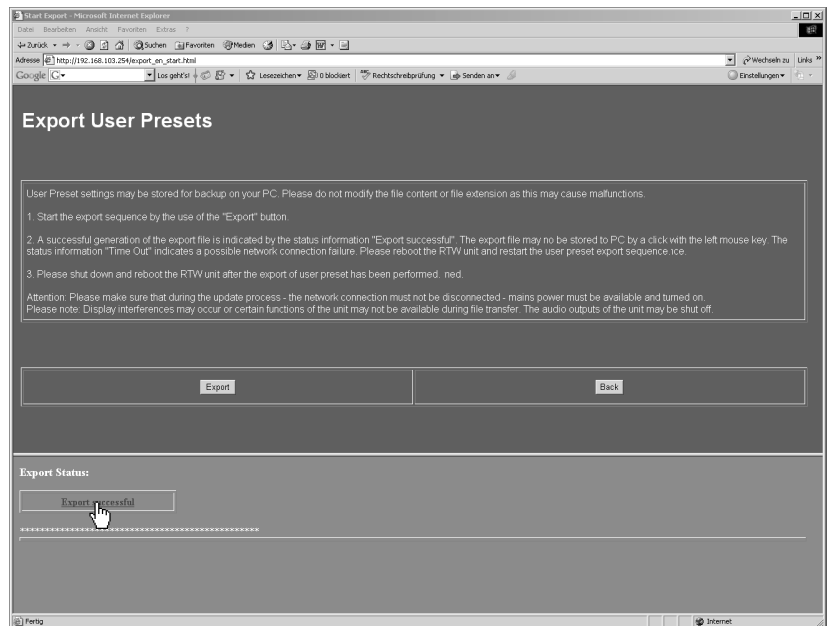

Bild 8-13: Der Export ist generiert und kann abgespeichert werden
5. Wenn der Export-Status auf die blaue Bezeichnung „Export successful“ (siehe Bild 8-13) wechselt, kann der Export abgespeichert werden. Klicken Sie mit der Maus auf „Export successful“ (siehe Bild 8-13).